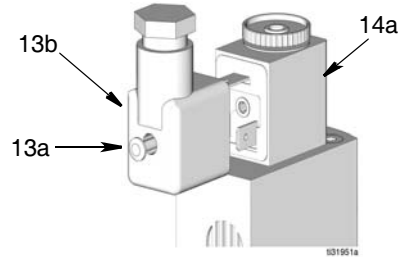

FIG. 25
4. Afrouxe o parafuso (13a) na parte traseira do conector solenoide mini-DIN (14a) e desconecte-o do conector do solenoide (14a) (FIG. 25).